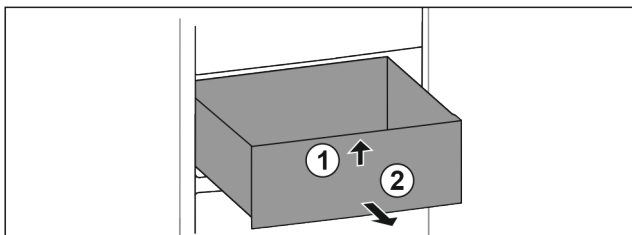

Fig. 31
► Lade aan de voorkant optillen. Fig. 31 (1)
► Lade naar voren toe verwijderen. Fig. 31 (2)